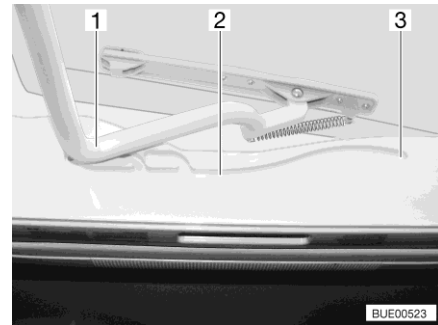

Bild 115 Spår (Heki-taklucka)
- Dra in bygeln (Bild 115,1) i spåren (Bild 115,2) till den bakersta positionen (Bild 115,3).
- Tryck bygeln (Bild 115,1) lätt uppåt med båda händerna.
- Drag bygeln till önskad position i spåret (Bild 115,2).